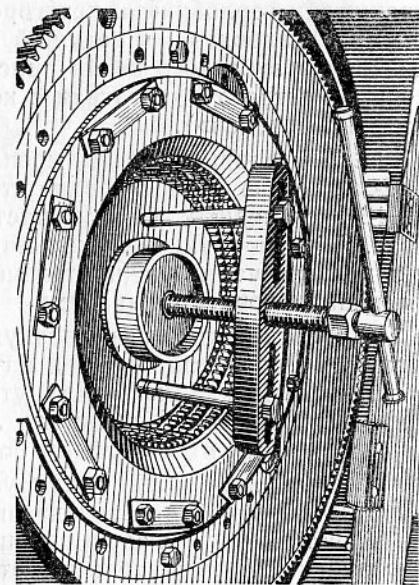

Рис. 36. Установка приспособления УК-3А для спрессовки наружного (ведущего) барабана главного фрикциона с носка коленчатого вала
17. Установить (рис. 36) приспособление УК-3А и спрессовать ведущий барабан главного фрикциона с носка коленчатого вала. Вынуть из машины фрикцион и вентилятор.